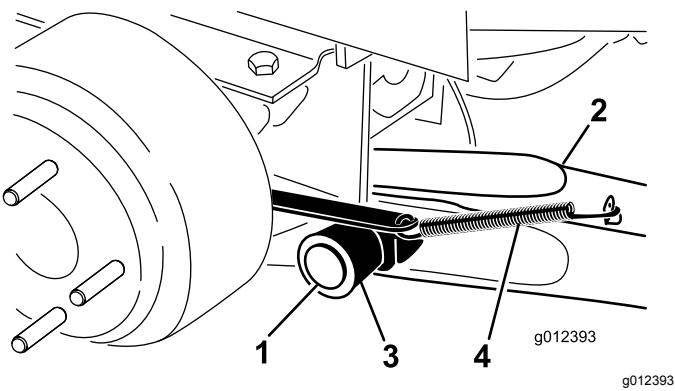

Figura 4
4. Monte um braço de elevação no apoio da articulação com um pino de articulação e um perno de gancho (Figura 4). Monte o braço de elevação com a dobra posicionada para fora.
5. Coloque mola de retorno do travão na patilha no braço de elevação (Figura 4).